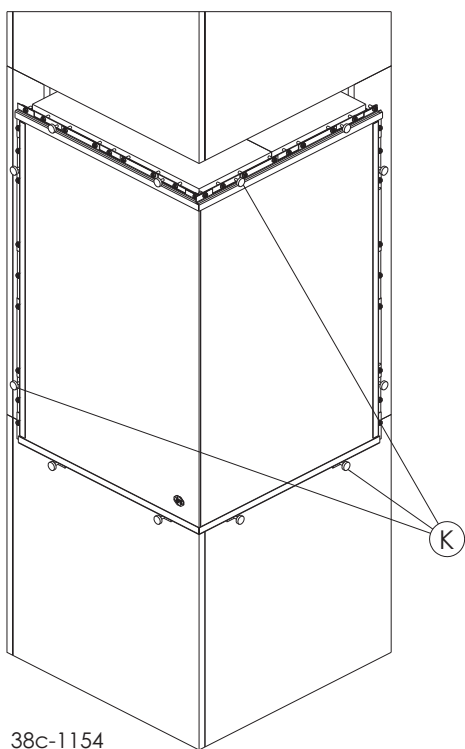

fig. 15a
- Enfoncez les 12 aimants (K) dans l'appareil (fig. 15a).